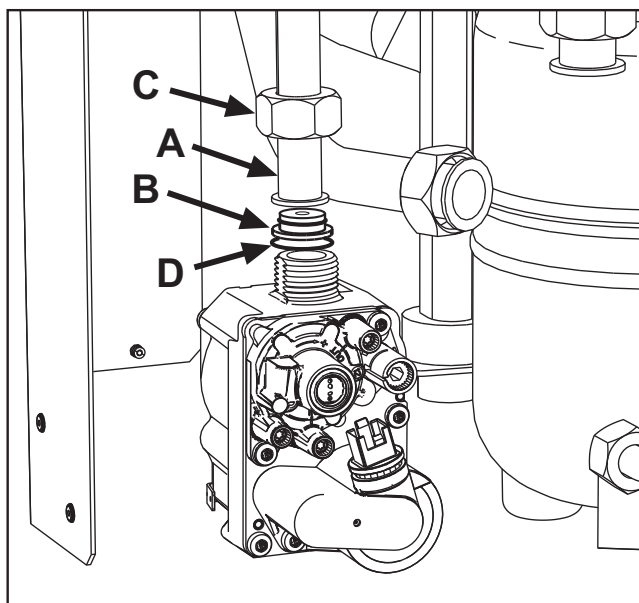

fig. 22
- Dévisser la rondelle **C** et enlever le tuyau de gaz **A** de la vanne à gaz (voir fig. 22).
- Remplacer le gicleur **B** présent dans le tuyau gaz par celui contenu dans le kit de transformation après avoir intercalé le joint **D** (voir fig. 22).